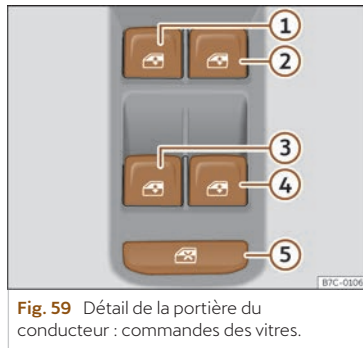

Fig. 59 Détail de la portière du conducteur : commandes des vitres.
La commande de sécurité >>> **fig. 59** ⑤ située sur la porte du conducteur vous permet de désactiver les touches des lève-vitres sur les portes arrière.